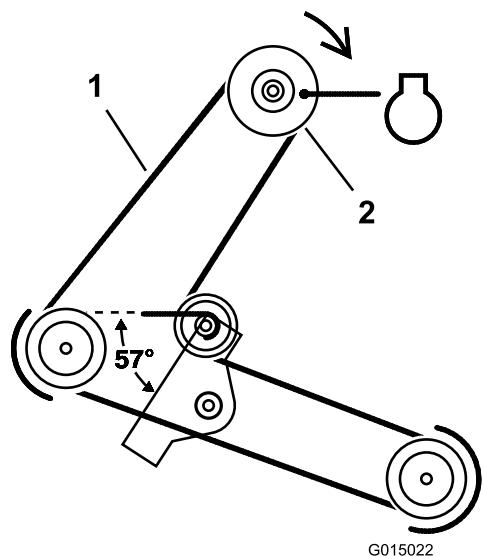

Figura 32
- Retire la correa del cortacésped de la polea del embrague eléctrico (Figura 32).
5. Instale la correa del cortacésped en la polea del embrague eléctrico (Figura 32).